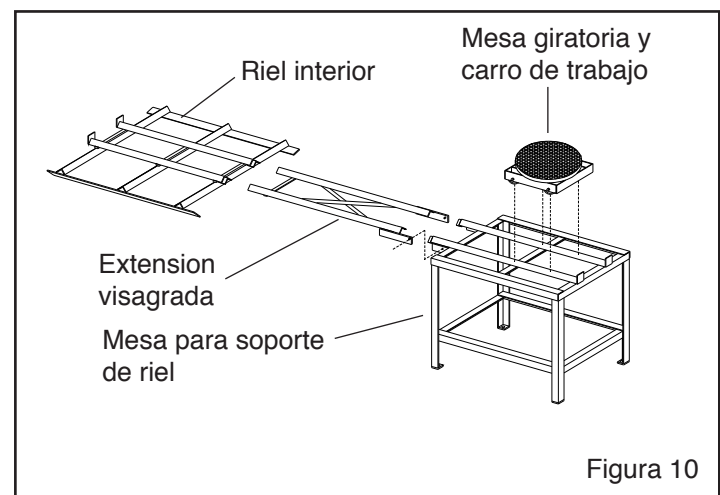

Figura 10
3.5.1 Componentes de la mesa giratoria y el ensamble de los rieles se muestran en la Figura 10. El ensamble consiste de: